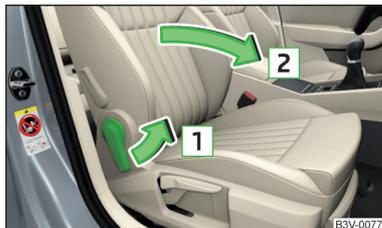

Abb. 85
- Zum **Vorklappen** den Hebel in Pfeilrichtung  ziehen und die Sitzlehne in Pfeilrichtung  vorklappen » Abb. 85. Die Verriegelung muss hörbar einrasten.